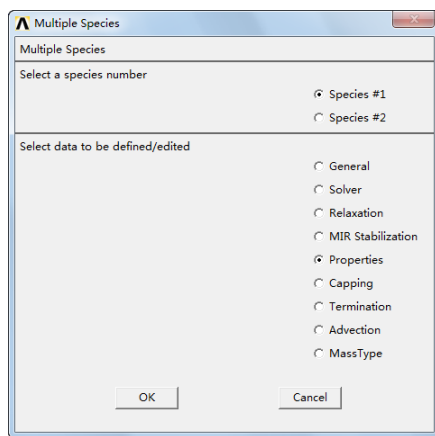

图 10-34 “Multiple Species”子对话框
⑮单击“OK”按钮会弹出“Multiple Specifies”子对话框,如图 10-34 所示,在“Select
②⑥单击“OK”按钮会弹出“Multiple Specifies”子对话框，如图 10-34 所示，在“Select a species number”选择列表中选择 Species #2，在“Select data to be defined/edited”选择列表中选择“Properties”。